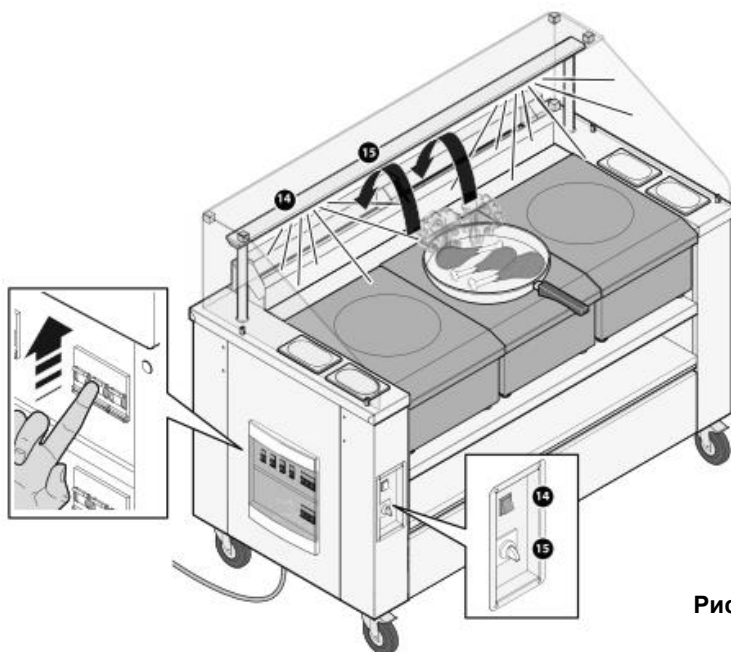

Рис. 14
- Сдвинуть предохранительный выключатель в распределительном ящике вверх для подачи напряжения на кулинарную станцию и к розеткам, к которым подключены приборы (рис. 14).
- В случае необходимости подключить освещение LED с помощью выключателя **14** (рис. 14) на панели обслуживания прибора.
- На самой кулинарной станции установлена вентиляция с интегрированной системой фильтрации, которая обеспечивает отвод паров, производимых подключенными приборами. С помощью выключателя **15** (рис. 14) включить вентилятор прибора.